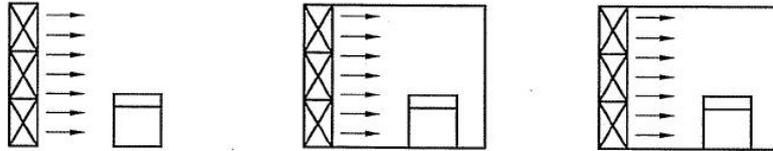
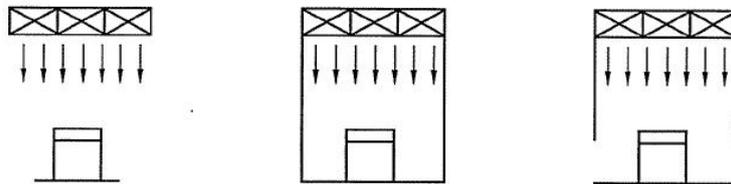

图 A.2 水平单向流气流形式
图 A.3 垂直单向流气流形式
A.2 100级单向流区域, 洁净工作台或局部空气净化设施的采样点宜布置在正对气流方向的工作面上, 气流形式可参考图 A.2、图 A.3。